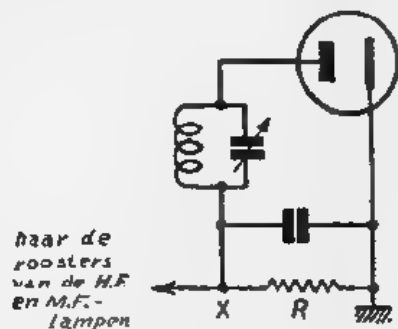

Fig. 105. Al naar gelang van de gemiddelde sterkte der tonen wordt het punt X meer of minder negatief ten opzichte van de kathode.
W. — Bekijk dit schema van de diode-detectie dan eens, dat je al lang kent (fig. 105). Het punt in kwestie is het uiteinde X van den weerstand R. De door de diode gelijkgerichte H.F.-stroom verwekt daar ten opzichte van „massa” een negatieve spanning. Die spanning is grooter naarmate de gemiddelde sterkte van de aan de diode doorgegeven trillingen grooter is.